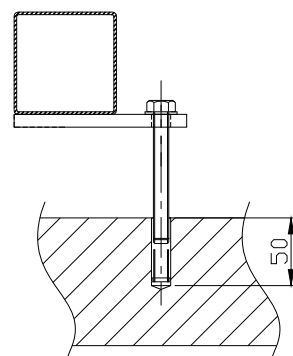

Fig. 2b
- Ancrer le but grâce aux 3 vis HM12*180 + rondelles : fig. 2b